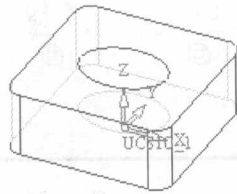

图 1-12
③【全局部分隐藏线】: 模型以线框方式显示, 被曲面遮挡的曲面的边界将以浅色显示, 如图 1-12 所示。